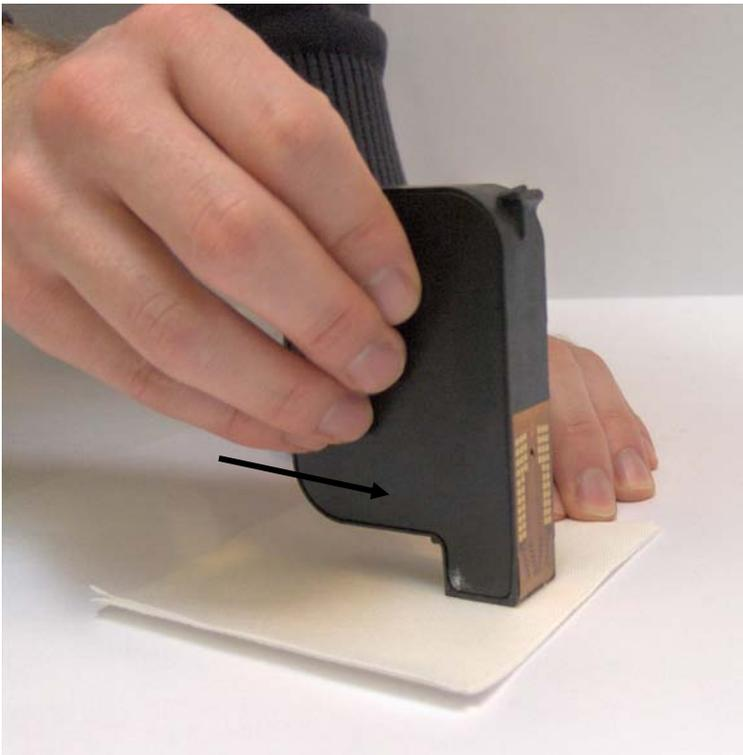

Abbildung 49: Reinigen der Düsenplatte
- Ziehen Sie die Düsen der Tintenpatrone langsam in Richtung der Düsenzeilen über das Tuch (siehe Abbildung 49).